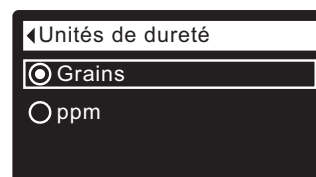

FIG. 59
1. À partir d'un écran d'état dynamique, appuyez sur le sélecteur (O) pour afficher le **Menu principal**.
3. Appuyez sur le sélecteur (O) pour afficher le menu des préférences utilisateur.
5. Appuyez sur le sélecteur (O) pour afficher le menu des unités de dureté (cf. Figure 59).
6. Si le cercle vis-à-vis de l'unité souhaitée a déjà un point (cf. Figure 59), passez à l'étape 7. Sinon, appuyez sur le bouton BAS (▼) ou HAUT (▲) pour passer à l'autre unité, puis sur le sélecteur (O) pour confirmer votre choix.
7. Appuyez sur le sélecteur (O) : l'afficheur revient au menu des préférences utilisateur.